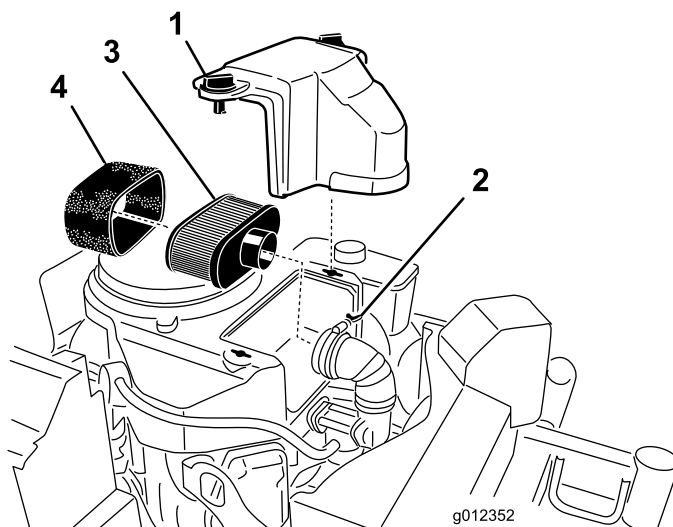

Figure 29
3. Nettoyez la surface autour du filtre à air pour éviter que des impuretés n'endommagent le moteur en tombant à l'intérieur (Figure 29).
4. Dévissez les boutons du couvercle et déposez le couvercle du filtre à air (Figure 29).
5. Dévissez le collier et déposez l'ensemble filtre à air (Figure 29).
6. Sortez délicatement l'élément en mousse de l'élément en papier (Figure 29).
1. Ne nettoyez pas l'élément en papier ; remplacez-le (Figure 29).
1. Glissez délicatement l'élément en mousse sur l'élément en papier (Figure 29).
2. Posez l'ensemble filtre à air sur sa base et fixez-le en place avec les 2 écrous à oreilles (Figure 29).
3. Mettez le couvercle du filtre en place et serrez le bouton (Figure 29).